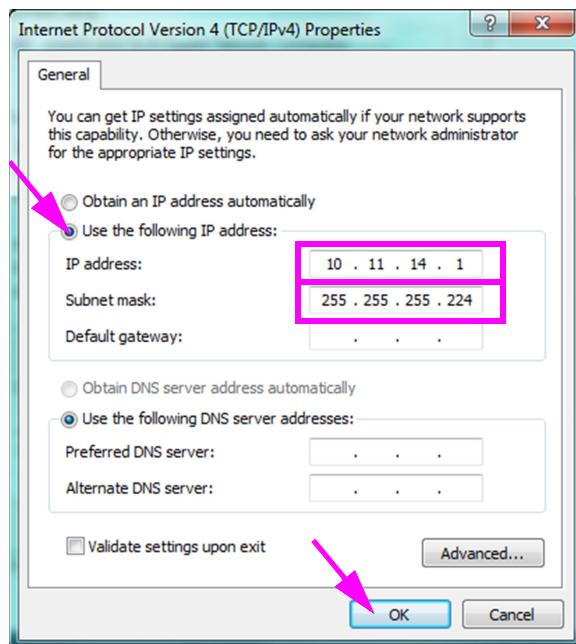

Figura 2-43. Internet Protocol Version 4 (TCP/IPv4) Properties [Propriedades do Protocolo IP Versão 4 (TCP/IPv4)]
9. Neste ecrã, seleccione **Use the following IP address: (Utilizar o seguinte endereço IP:)**. Consulte a figura 2-43.